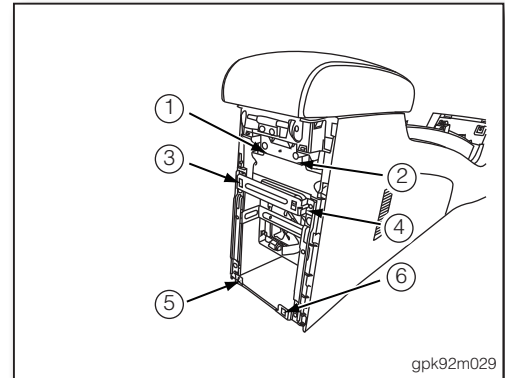

图 2
2. 由中央扶手后方, 拆下后固定架上方固定螺栓①、②, 及固定螺丝③ ~ ⑥ (如图 2)。